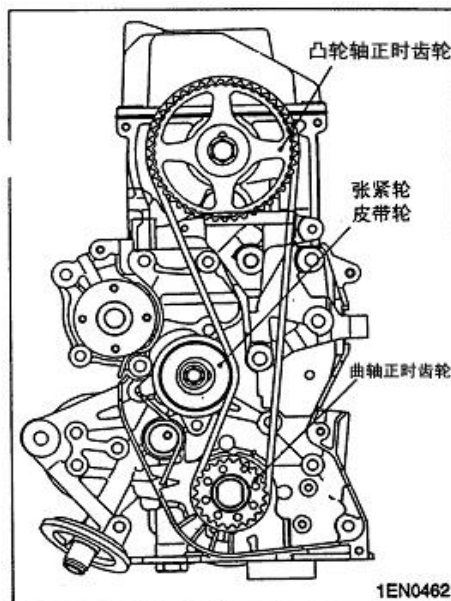

图 3-14
- c. 使正时皮带的涨紧侧保持涨紧，并将正时皮带依次装入曲轴正时轮、凸轮轴正时轮和涨紧器皮带轮 (见图 3-14)。
d. 如图 3-14，拧松涨紧轮安装螺栓 $1/4 \sim 1/2$ 圈，使涨紧器弹簧的张力作用到正时皮带上。